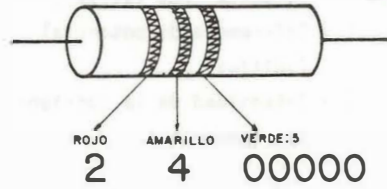

Fig. 12b
2.400.000 Ohmios (fig. 12b). Si no hubiera más que dos franjas se tomará el color de fondo (o color de la resistencia) como primer color.